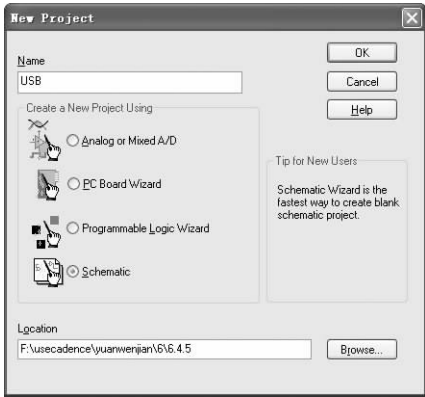

图 6-245 “New Project (新建工程)”对话框
1) 在 Cadence 主窗口中, 选择菜单栏中的“Files (文件)”→“New” (新建)→“Project (工程)”命令, 或单击“Capture”工具栏中的“Create document (新建文件)”按钮, 弹出“New Project (新建工程)”对话框, 创建工程文件“USB. dsn”, 如图 6-245 所示。在该工程文件夹下, 默认创建图样文件 SCHEMATIC1, 在该图样子目录下自动创建原理图页 PAGE1。